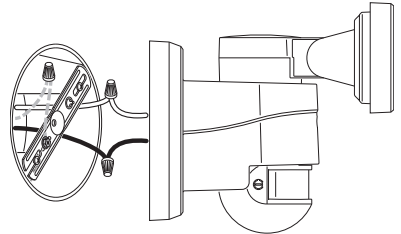

Figura 2
3. Sujete el cable de conexión a tierra de la caja de uniones al cable de conexión a tierra conectado al soporte de montaje usando uno de los conectores de cable (vea la Figura 2).
4. Conecte los cables de la caja de empalme con los cables del aparato de luz, como se muestra. Tuérazalos juntos y asegúrelos con un conector de cables (vea la Figura 2).